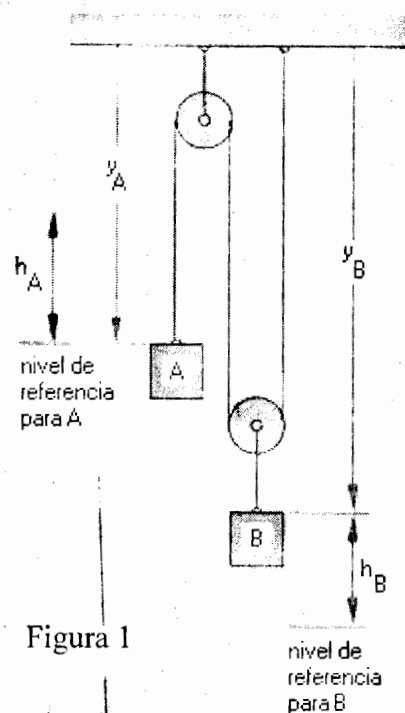

Figura 1
- I.2 Construya el arreglo que muestra la figura 1, colocando como bloque A una masa de 50gr, y como bloque B, el bloque de madera con la placa de acrílico. Se pretende que el bloque B sea el que descienda.
2. Obtenga la relación de posiciones entre los cuerpos considerando el arreglo de la figura 1 y verifique si dicha relación se cumple con los datos de la tabla 1.